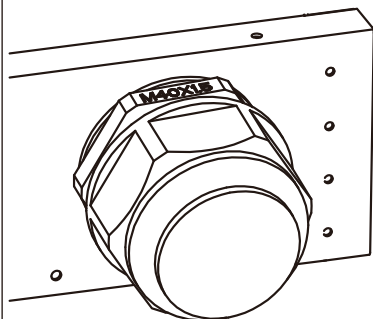
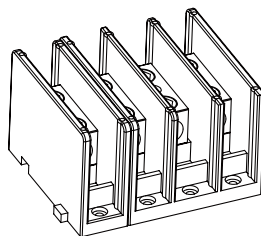

Abb. 5.7 AC-Anschlusskasten
Abb. 5.8 AC-Anschluss
1) Entfernen Sie die 10 Schrauben am Anschlusskasten des Wechselrichters und nehmen Sie den Deckel des Anschlusskastens ab (siehe Bild 5.7). Nach dem Entfernen des Anschlusskastens können Sie die Klemmen des Wechselrichters sehen. Die Standardeinstellung ist 4-stellig, wie in Abbildung 5.8 gezeigt.